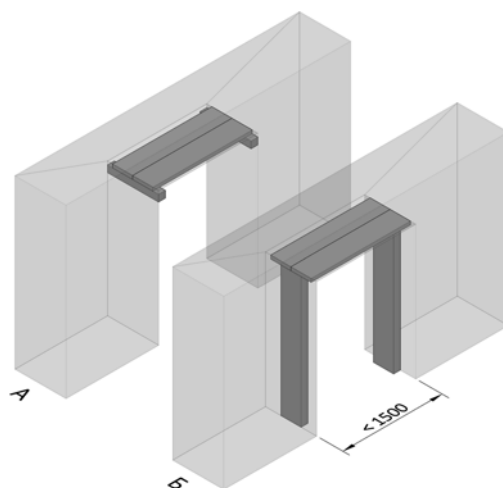

Рис. 16.1
16.1 В области проемов необходимо предусмотреть временные, поддерживающие конструкции для фиксации перемычек в проектной отметке. (рис. 16.1 и 16.2)